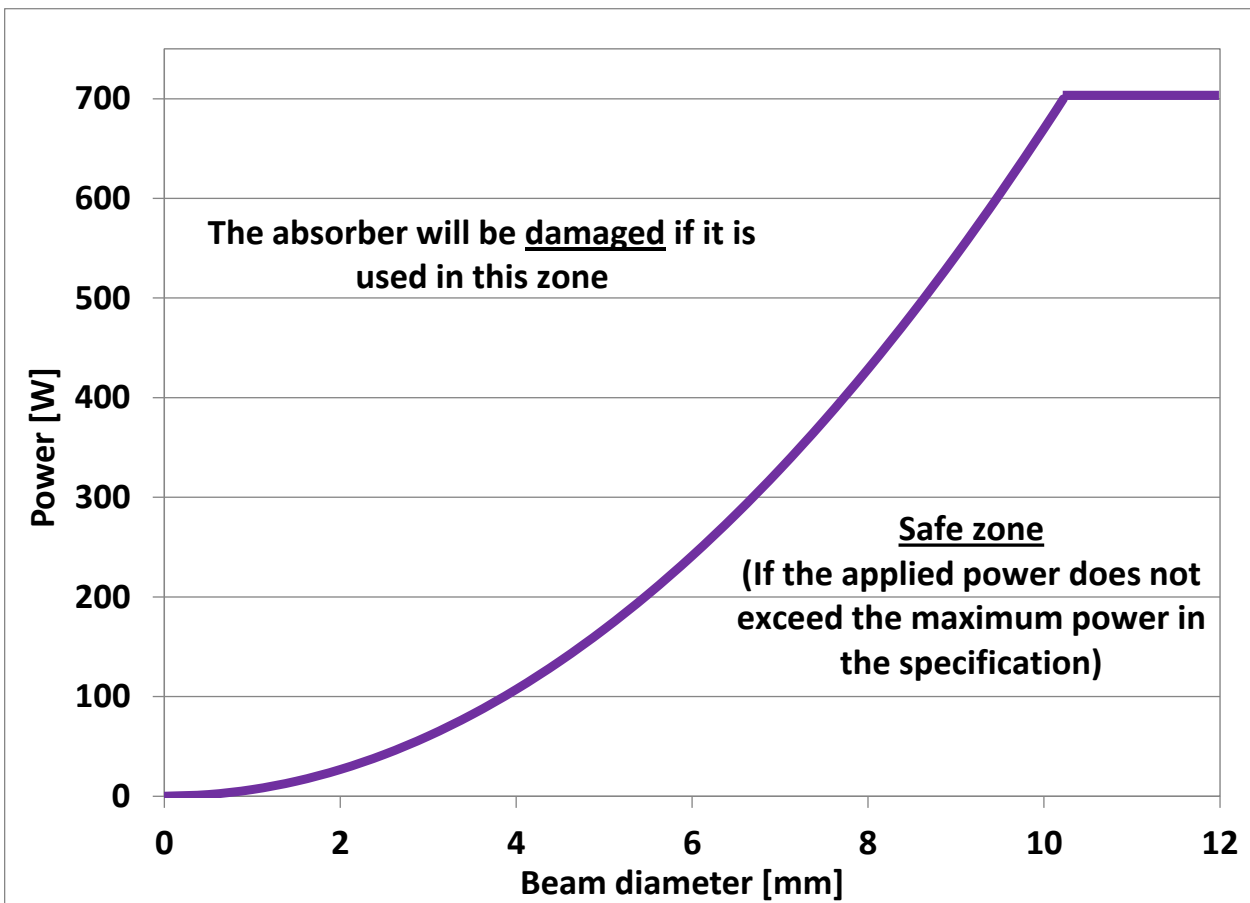

FIG. 1-10 Tailles minimales du faisceau pour UP avec absorbeur de type H à 1,064 μM .
1. Les spécifications requises pour un module arrière d'un autre fabricant sont données dans les figures 1-10 à 1-12. Veuillez noter que les trous taraudés doivent être conducteurs d'électricité et que des points nus sont nécessaires pour permettre le contact électrique avec le détecteur (voir l'étape 5).